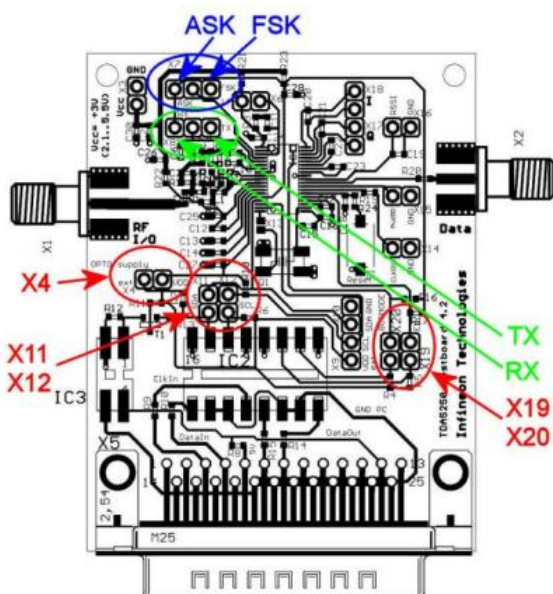
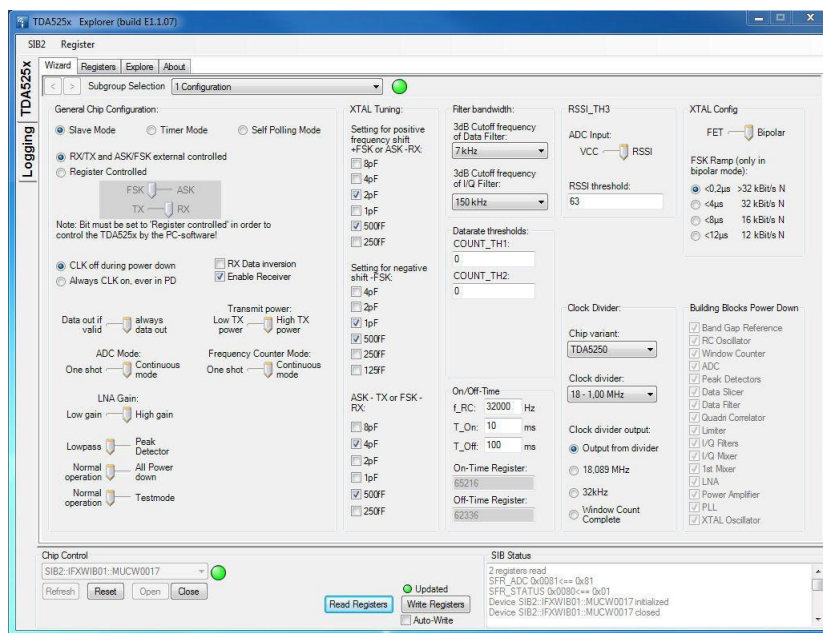
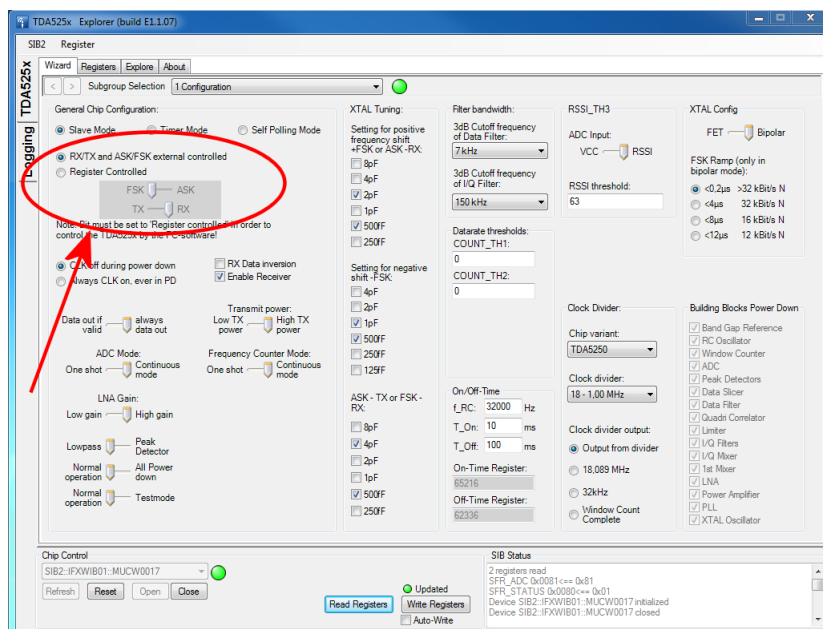
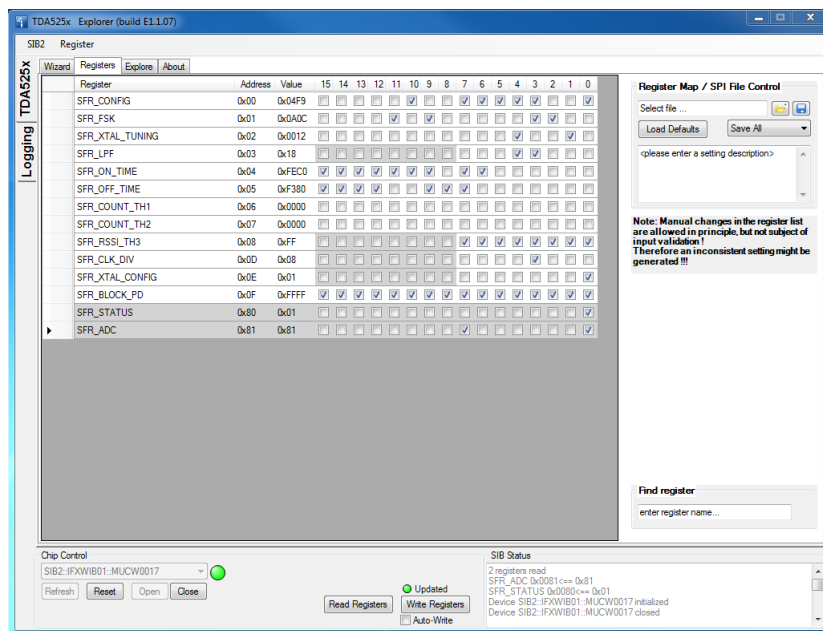

图 2：跳线
图 7: TDA525X Explorer, “向导” 选项卡
图 8: RX/TX 和 ASK/FSK 外部控制或寄存器控制
图 9: TDA525X Explorer, “寄存器”选项卡
- 跳线 X4、X11、X12、X19 和 X20 保持断开（参见图 2）
- 通过将 RX/TX 多引脚连接器 (X8) 的跳线设置到对应位置来选择 RX-模式或 TX-模式（参见下方图 2 或相关数据手册图 4-4）。
- 通过将 ASK/FSK 多引脚连接器 (X7) 的跳线设置到对应位置来选择 ASK或 FSK（参见下方图 2 或相关数据手册图 4-4）。
- 现在可以进行 TDA525X 配置了：配置方式有两种：修改 TDA525X Explorer 中的“向导”选项卡（参见图 7）中的设置；或在“寄存器”选项卡中直接修改每个寄存器的位值（参见图 9）。注意：如果选择 RX/TX 和 ASK/FSK “寄存器控制”（参见图 8），强烈建议移除 RX/TX 多引脚连接器和 ASK/FSK 多引脚的跳线，避免影响到软硬件设置，损坏 TDA525X！
- 跳线 X4、X11、X12、X19 和 X20 闭合（参见图 2）。
- 强烈建议在选择“RX/TX 和 ASK/FSK 寄存器控制”（参见 0）之前移除 RX/TX 多引脚连接器和 ASK/FSK 多引脚连接器的跳线，避免影响到软硬件设置，损坏 TDA525X！若选择“RX/TX 和 ASK/FSK 外部控制”（参见图 8），则必须将 ASK/FSK 和 RX/TX 多引脚连接器的跳线设置到相应的模式（参见图 2）。